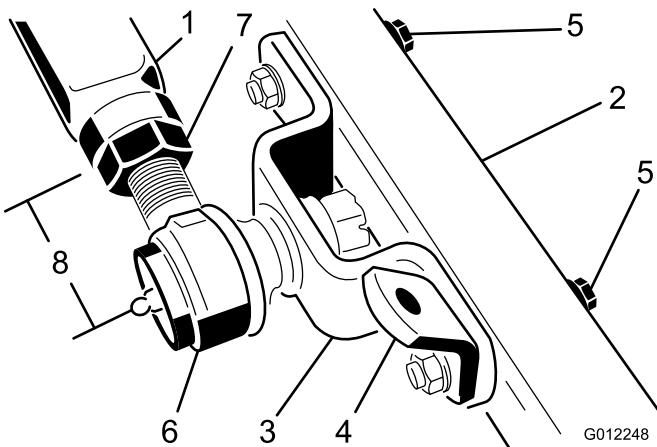

Figura 7
- Remova os dois parafusos, anilhas chatas e porcas de flange que prendem a rótula esférica do lado esquerdo e suporte da correia ao braço do lado esquerdo da roda giratória (Figura 7). Remova a montagem da rótula esférica e suporte da correia.
- Retire o gancho e porca de coroa que prende a montagem da rótula esférica do lado esquerdo ao braço do lado esquerdo na unidade de tracção. Instale a montagem da rótula esférica (retirada da roda giratória) no braço com a porca de coroa e gancho previamente removidos (Figura 7).
- Meça a distância a partir da extremidade de cada braço do lado esquerdo para o centro da rótula esférica (bocal de lubrificação) (Figura 7). A distância deve ser de aproximadamente 64 mm. Se a distância não for de 64 mm, desaperte a porca que prende a rótula esférica ao braço e rode a rótula esférica para dentro ou para fora até obter a distância pretendida (Figura 7). Não aperte a porca de bloqueio nesta altura.